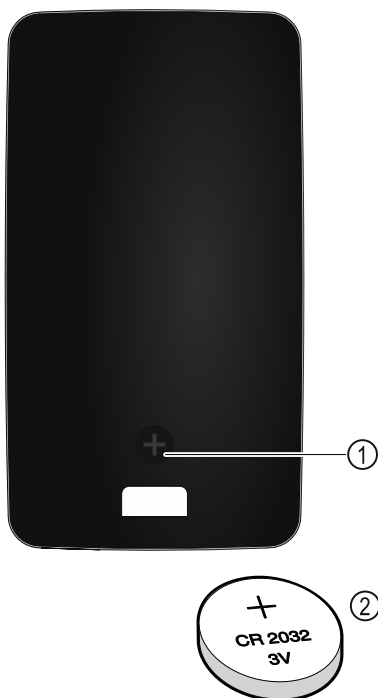

Fig. 229
Telecomanda este alimentată de o baterie tip CR 2032 de 3V Fig. 229 (2), care este disponibilă în comerțul specializat.
- ▶ Deșurubați șurubul Fig. 229 (1) de pe partea din spate a telecomenzii.